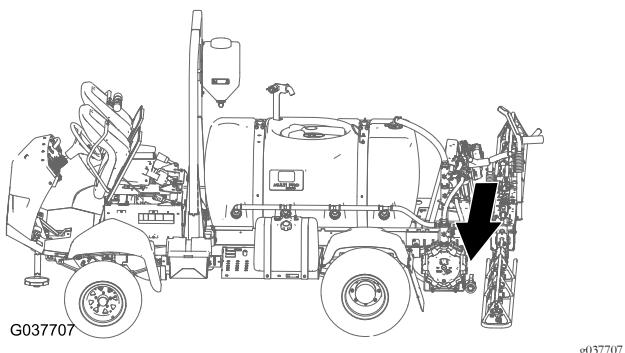

**Bild 81**
1. Befestigen Sie das Kabel des Klappsteckers, die Bundkopfschraube (5/16" x 1") und Sicherungsbundmutter (5/16"), die Sie in Schritt 4 in Vorbereiten der Maschine \(Seite 5\) entfernt haben, im Loch (8 mm) in der hinteren äußeren Ecke der Sprühpumpen-Halterung (Bild 80 und Bild 81).